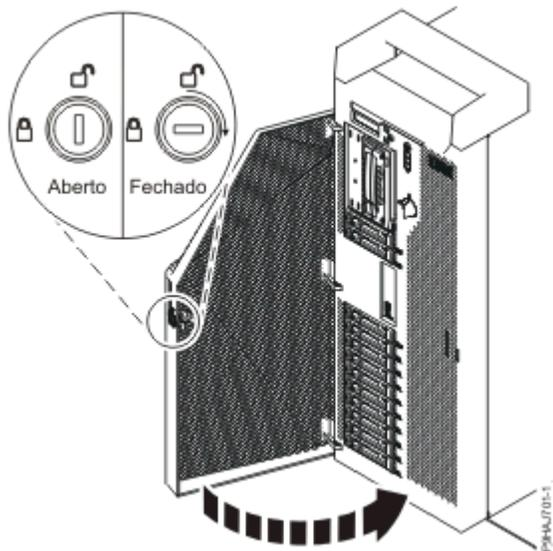

Figura 49. Trancar a porta anterior
- e) Feche a porta anterior. Insira a chave da porta anterior na fechadura conforme apresentado em Figura 49 na página 51. Rode a chave para a direita (na direcção dos ponteiros do relógio) para trancar a porta. Horizontal é bloqueado; vertical é desbloqueado.